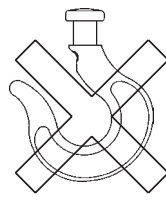

Fig. 7
- Non togliere la chiusura di sicurezza dal gancio del bozzello (Fig. 7);